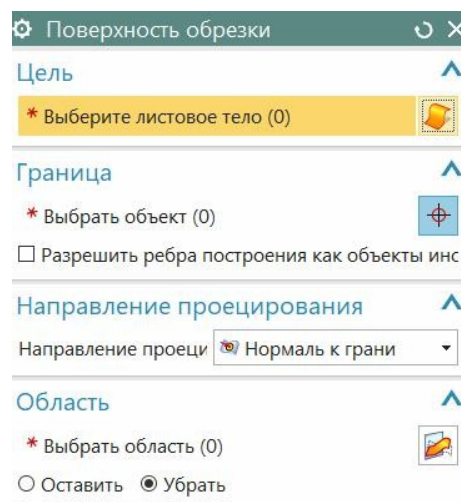

рис.83
- Диалоговое окно команды показано на рис.83. Сразу обратите внимание на поле «**Область**», в котором включен переключатель **Убрать**. Это означает, что когда вы станете указывать обрезаемую поверхность, то следует указать курсором **ту её часть**, которая «**отлетит**» в результате обрезания.